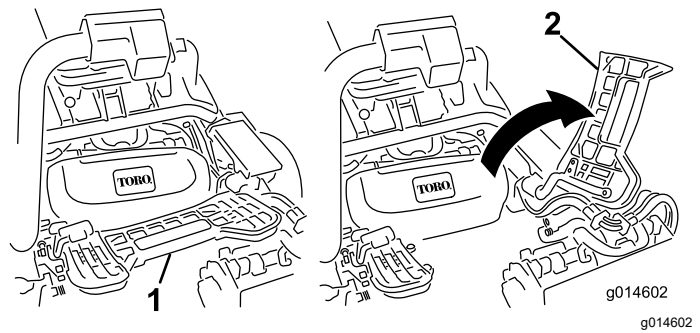

Figura 59
2. Levante el reposapiés y gírelo hacia arriba, para tener acceso a la posición de la unidad de corte central (Figura 59).